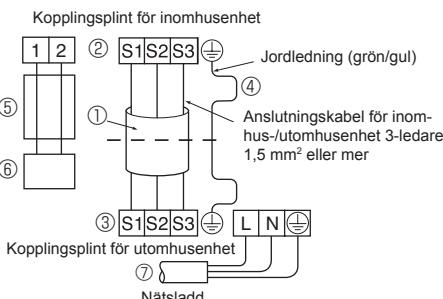

Fig. 7-2
- Utför ledningsdragningen enligt bilden till vänster. (Köp in kabeln lokalt). (Fig. 7-2)